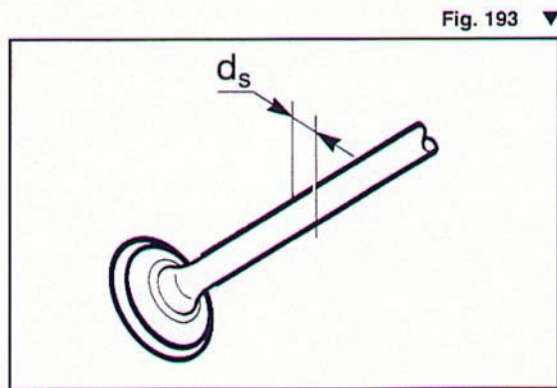

Fig. 193 ▼
- verificare la misura dello stelo valvole e lo stato della battuta (**Fig. 193**);
- verify the valve rod measurement and condition of the abutment (**Fig. 193**);